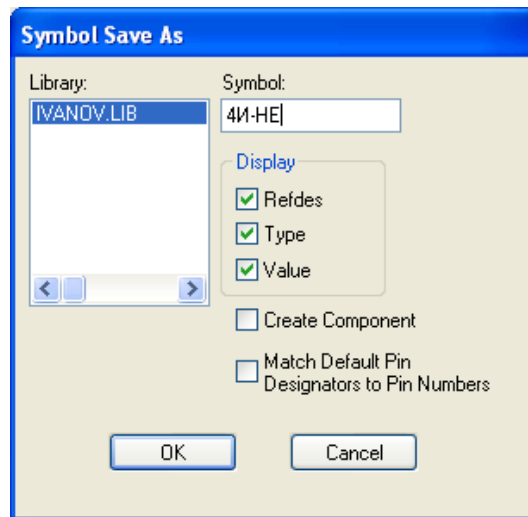

Рис. 4.29 - Сохранение УГО логического элемента «**4И-НЕ**» в библиотеке
- В поле **Symbol** набрать имя элемента «**4И-НЕ**» и нажать кнопку **OK** (рис. 4.29).